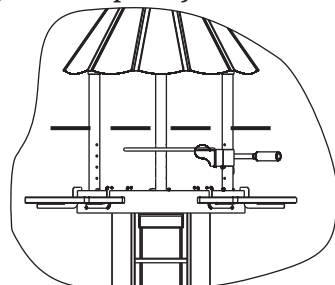

Рисунок 9
**Внимание!** Следите за тем, чтобы высота пламени не превышала середины высоты опорных стоек дымового купола, см. рисунок 9.